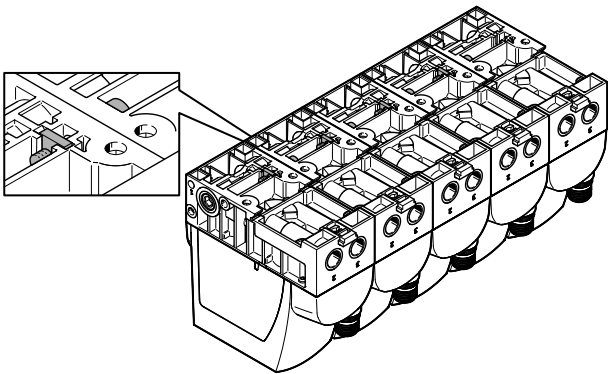

Fig. 3 Verschraubung Ventilunterseite
3. Ventile an der Unterseite mit Zylinderschrauben und Vierkantschrauben verbinden. Anziehdrehmoment: 1,2 ± 0,2 Nm -> Fig.3